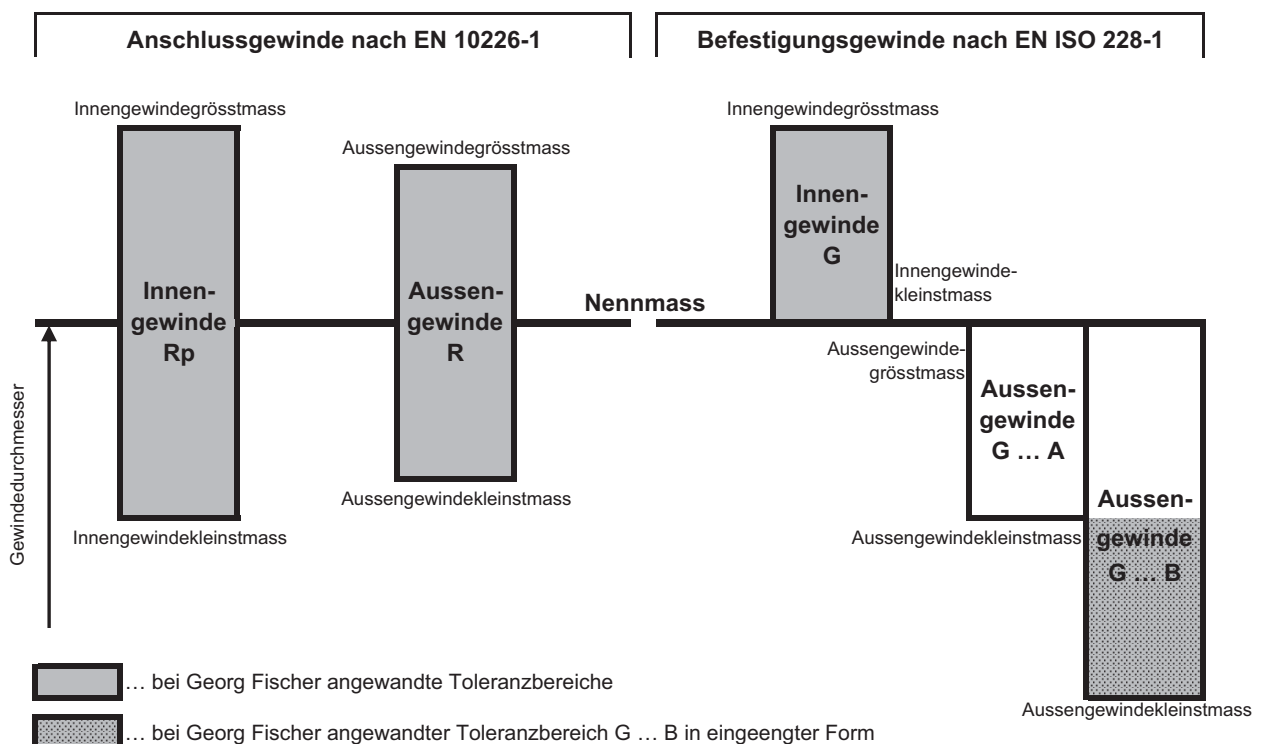

Abb. 1 Toleranzlagen von Anschluss- und Befestigungsgewinden
Georg Fischer verwendet für seine Aussengewinde nach EN ISO 228-1 ausschliesslich die Toleranzklasse B in eingengter Form (siehe Abb. 1).
**Verschrauben eines zylindrischen Aussengewindes nach EN ISO 228-1 mit einem zylindrischen Innengewinde nach EN 10226-1:** Durch die Überschneidung der Durchmesser-Toleranzfelder (siehe Abb. 1) von G ... A und G ... B mit Rp ist die Verschraubbarkeit der Gewinde nicht sichergestellt. Diese Verschraubbarkeit kann abgesichert werden, wenn das Aussengewinde G ... B mit eingengter Toleranz (siehe Abb. 1 – untere Hälfte von G ... B) gefertigt wird. Aufgrund der fehlenden metallischen Pressung zwischen den beiden Gewinden führt diese Kombination nicht zwingend zu einer dichtenden Verbindung.